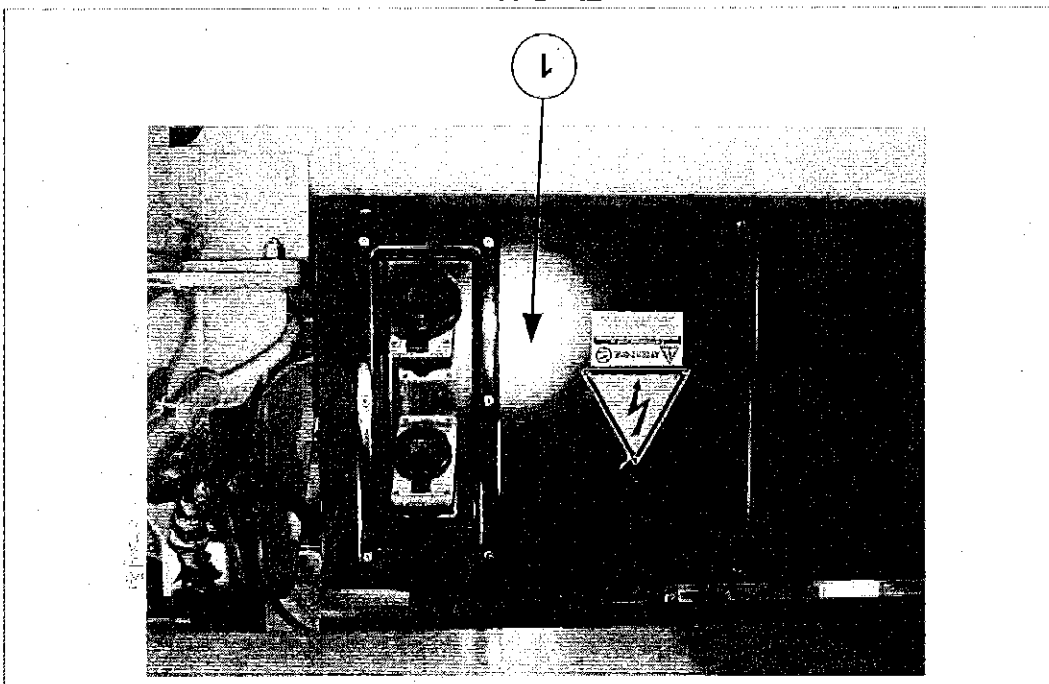

Fig. 5-11
- 1) Scollegare la connessione elettrica del motore del nastro sulla cassetta elettrica posteriore 1 di fig. 5-11.
- 3) Scollegare le connessioni elettriche dei motori del trituratore dalla cassetta elettrica posteriore 1 di fig. 5-11.
- 7) Scollegare le connessioni elettriche del deferizzatore dalla cassetta elettrica posteriore 1 di fig. 5-11.
- 1) Scollegare la connessione elettrica del nastro sulla cassetta elettrica posteriore 1 di fig. 5-11.